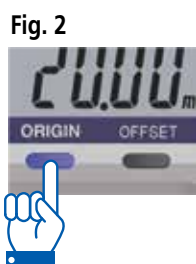

Fig. 2
4. Al iniciar la medición o reemplazar la batería, limpie las superficies de medición y póngalas en contacto. Luego presione la tecla ORIGIN para establecer el origen. (**Fig. 2**)